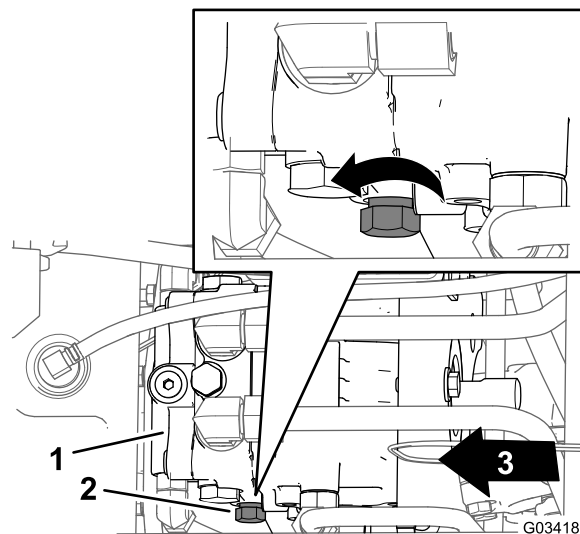

Figura 29
3. Rode o manípulo de controlo três voltas para o lado contrário aos ponteiros do relógio (Figura 29).
2. Localize o manípulo de controlo para a válvula de derivação no lado esquerdo da bomba hidráulica (Figura 29).
3. Rode o manípulo de controlo (Figura 29) no sentido dos ponteiros do relógio até que sinta uma resistência, o que indica que a válvula de derivação está fechada.